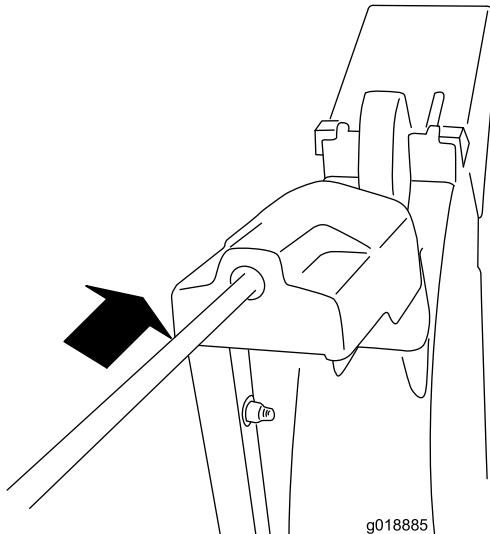

Рисунок 11
- Вставьте передний конец штока в отверстие в задней части крышки редуктора желоба так, чтобы он вошел в контакт с редуктором (Рисунок 11).